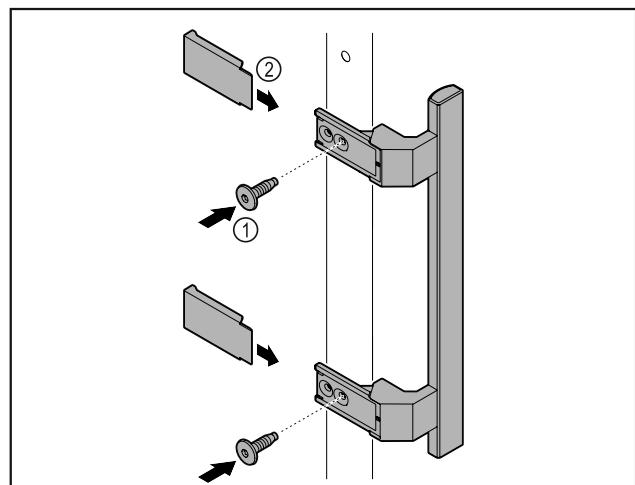

Fig. 64
► Colocar en la puerta el tirador del kit de accesorios con los tornillos incluidos Fig. 64 (1).
► Colocar las cubiertas Fig. 64 (2).